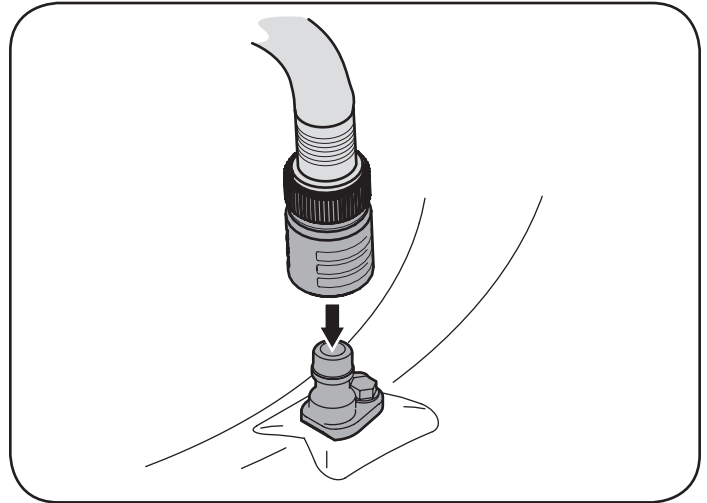

Figura 41
4. Una el acople de la manguera al puerto de agua que se encuentra en la superficie de la plataforma. Vea la Figura 41.